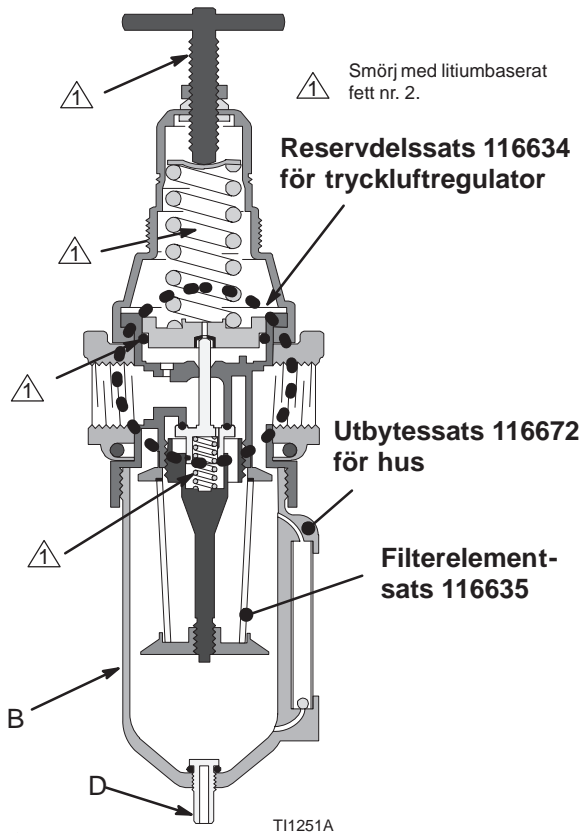

Fig. 3
Tappa ur föroreningar ur behållaren varje dag innan de når upp till skiljeplåten, genom att öppna dräneringen (D) längst ner i botten på behållaren (B). Se Fig. 3.
Smörj lagerytan, alla o-ringar, gängorna på inställnings-skruv och fjäderändarna med litiumbaserat fett nr. 2. Se Fig. 3. Sätt ihop regulatorn.